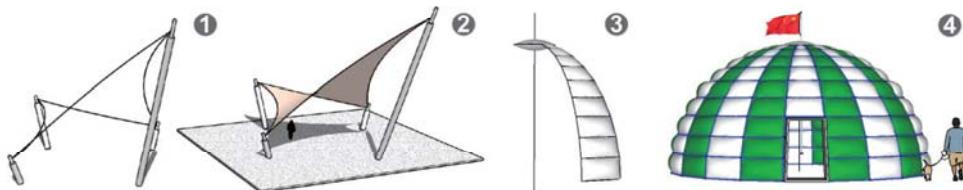

图 1.4.18 以“肥皂泡”插件成形的示例
(1) 用 Soap Skin Bubble (肥皂泡) 插件模拟充气的方法, 如图 1.4.18 所示, 它的特点是局限于只能生成单层凸出或凹入的曲面, 关键词是“面”, 并且生成的“曲面”形态相对简单。
如图 1.4.18 ①所示, 安排了一些柱子和与其相连的弧线, 用“肥皂泡”插件生成的张拉膜如图 1.4.18 ②所示。调整曲线的形状和充气的张力等参数, 可获得不同的张拉膜形状。
(2) 图 1.4.18 ③所示为一组用“肥皂泡”插件充气膜, 旋转复制后得到图 1.4.18 ④所示的“充气帐篷”。